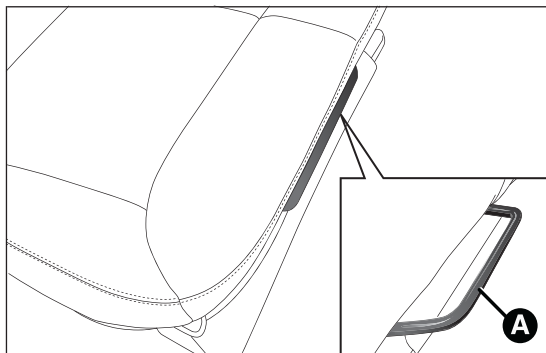

fig. 84
- en agissant sur le levier A fig. 84, régler le siège dans la position souhaitée ;
- en agissant sur le levier A fig. 84, régler le siège en position « entièrement avancée » pour obtenir l'agrandissement maximum du coffre à bagages (en respectant la position souhaitée pour les sièges avant) ;